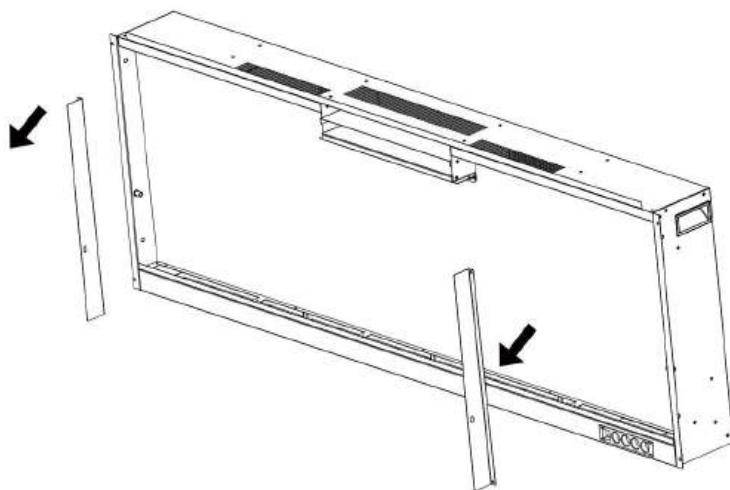

Fig. 2-2
B. Retirez les deux supports et mettez-les de côté. (**Fig. 2-2**)